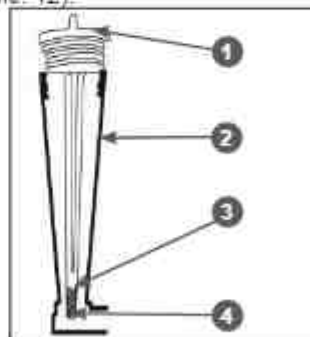

Рис. 12 Уровень масла в картине двигателя
4. Подождите примерно 1 минуту, после чего установите крышку-щуп в отверстие горловины, не закручивая её (Рис. 12).
5. Аккуратно вытащите щуп и осмотрите его. Уровень масла должен соответствовать верхней отметке 3 на щупе (Рис. 12).
4. Аккуратно извлеките щуп и осмотрите его. Уровень масла должен соответствовать верхней отметке 3 на щупе (Рис. 12).
При недостаточном уровне масла в картере необходимо долить чистое масло до верхней отметки 3 на щупе (Рис. 12).